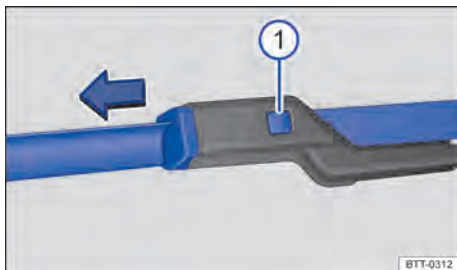

Fig. 152 Substituir as palhetas dos limpadores do para-brisa.
- Manter a tecla de destravamento → Fig. 152 ❶ pressionada e, ao mesmo tempo, retirar a palheta do limpador do para-brisa no sentido da seta.